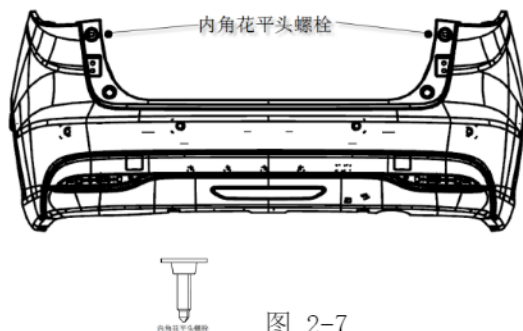

图 2-7
- (1) 用一字螺丝刀轻轻将后保险杠左右两侧的堵盖撬开，撬的时候注意包裹一层胶布，避免刮伤漆面；
- (2) 用 10#套筒将左右两侧缓冲块拆除；
- (3) 用内六角头螺丝刀拆除后保后部与车身连接的 2 个内角花平头螺栓，如图 2-7 所示；